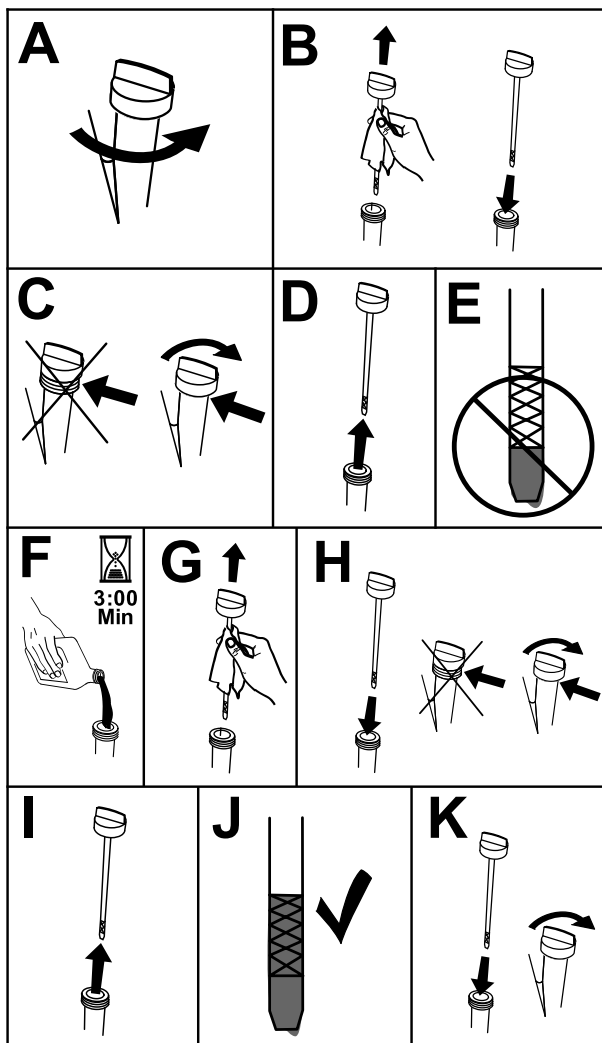

Figure 35
3. Pour éviter de faire tomber de l'herbe, de la poussière, etc., dans le moteur, nettoyez la surface autour du bouchon de remplissage-jauge d'huile, avant de l'enlever (Figure 35).